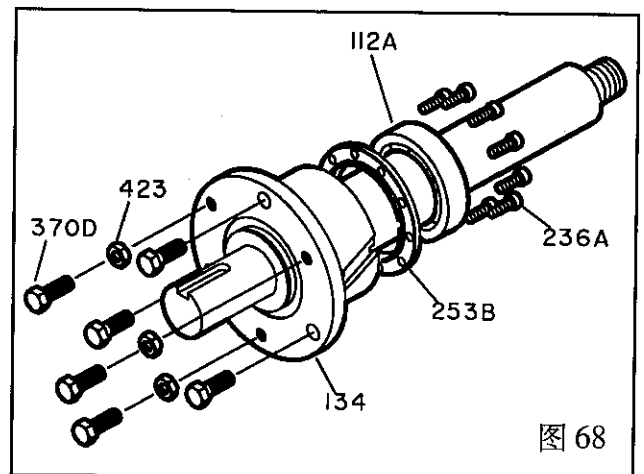

图 68
3. 拧下推顶螺栓(370D)和螺母(423)。(图 68)